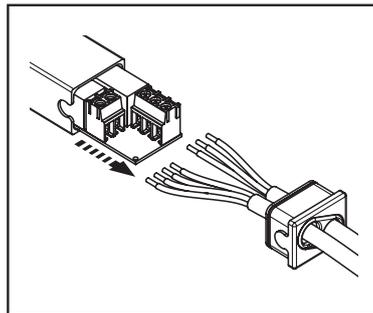

Abb.5 Brett aus dem Container gezogen
5. Ziehen Sie die Platine einige Zentimeter aus dem Behälter heraus (Abb. 5).